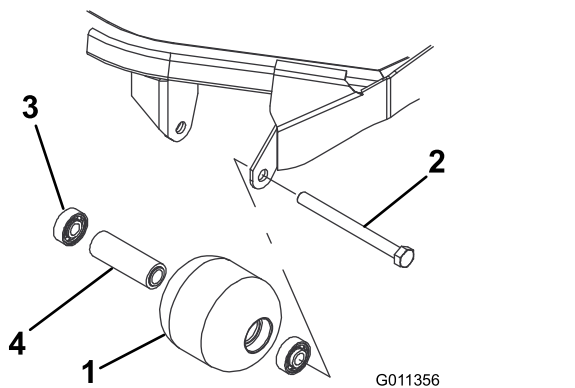

Рисунок 74
1. Снимите болт крепления валика (Рисунок 74).
4. Осмотрите корпус, подшипники и распорную втулку подшипника валика на наличие повреждений (Рисунок 74). Замените поврежденные компоненты и соберите узел.
1. Запрессуйте передний подшипник в корпус валика (Рисунок 74). Прикладывайте усилие только к наружному кольцу или одинаковое усилие к внутреннему и наружному кольцам.
2. Вставьте втулку (Рисунок 74).
3. Запрессуйте второй подшипник в корпус валика (Рисунок 74), нажимая с одинаковым усилием на внутреннее и наружное кольца, пока внутреннее кольцо не войдет в контакт с втулкой.